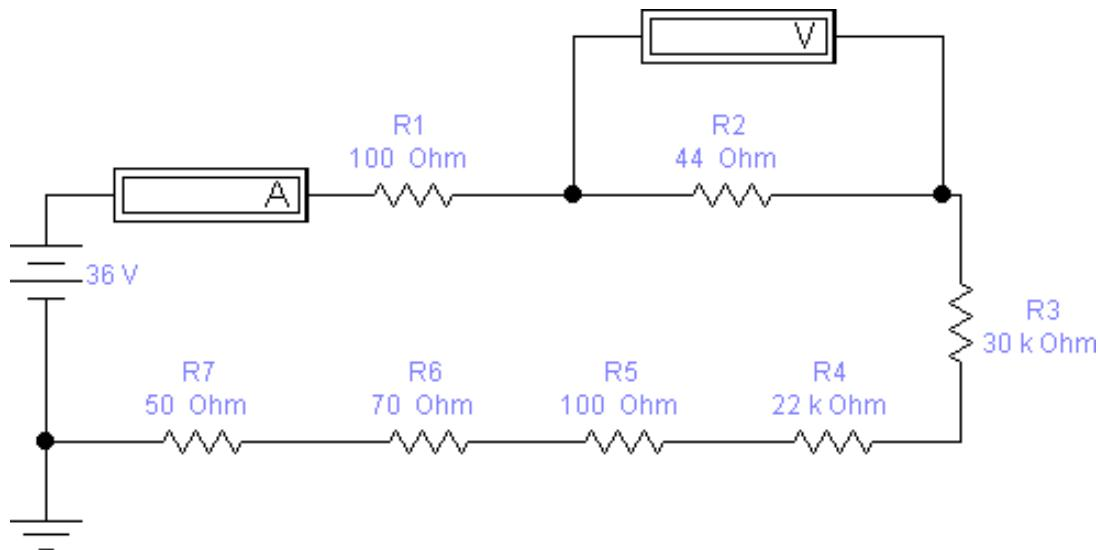

Рисунок 6.1 – Схема електрична принципова
3. Зібрати схему електричну принципову (рис. 6.1).